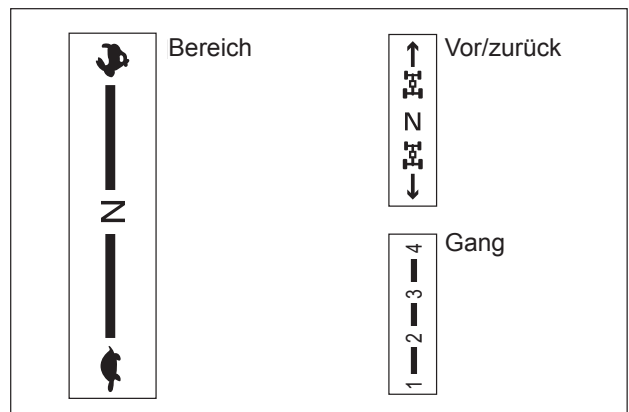

ABB. 69
**ABB. 69:** Das Kupplungspedal durchtreten und die Ganghebel in die gewünschten Stellungen bewegen. Die Feststellbremse lösen und gleichzeitig die Bremspedale betätigen; dann das Kupplungspedal langsam kommen lassen.